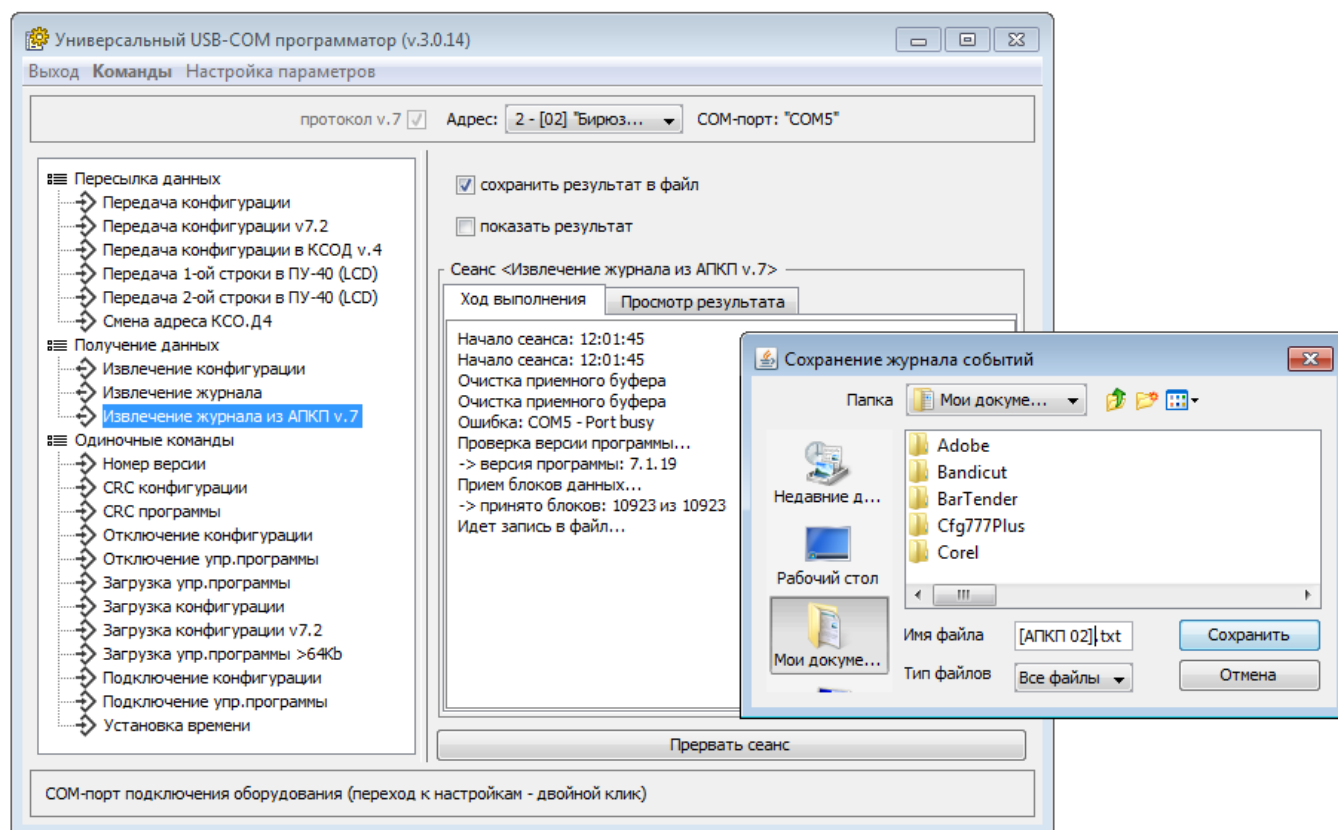

Рисунок 103. Универсальный USB-COM программатор. Сохранение журнала из памяти прибора в файл
- 5) Нажать кнопку «Начать сеанс» и дождаться окончания сеанса извлечения журнала из памяти прибора (рисунок 103).